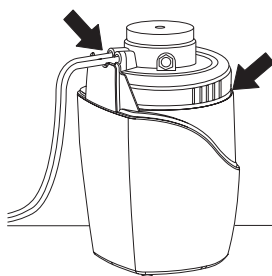

Fig. 46
15. **Verifique** que no haya señales de goteras (Fig. 46). Consulte la sección de Solución de problemas, pág. 7.